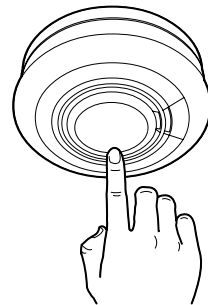

Abb. 11
7. Drücken und halten Sie den Testknopf bei jedem Rauchwarnmelder, um sicherzustellen, dass das Gerät funktioniert (Abbildung 11).
- Halten Sie den Testknopf gedrückt, bis der Alarm ertönt und die rote LED blinkt (siehe Abb. 11 auf Seite 21). Um das Gehör zu schonen, schwillt die Alarmlautstärke langsam an. Der Rauchwarnmelder wird kurz nach dem Loslassen des Testknopfes verstummen.